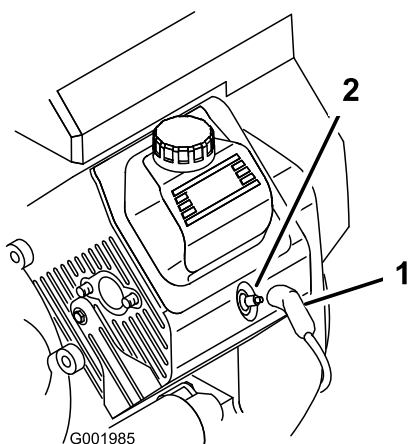

Figura 53
3. Staccate il cappellotto dalle candele (Figura 53).
3. Collegate i cappellotti alle candele (Figura 53).